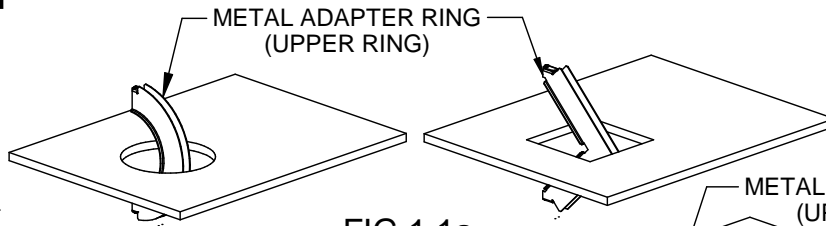

FIG 1.1a
1. For Direct Installation of Fixture Module from below ceiling (Remodel), Install the Metal Adapter ring (Upper ring) into the ceiling by folding with the help of rivet joints and unfold it to place it on the ceiling. **FIG 1.1a & FIG 1.1b.**
1. Pour l'installation directe du module de luminaire par le dessous du plafond (rénovation), insérer l'anneau adaptateur métallique (anneau supérieur) dans le plafond en le pliant au moyen des assemblages rivetés puis le déplier pour le mettre en place sur le plafond. **FIG 1.1a** et **FIG 1.1b**. **IMPORTANT:** S'assurer que la bride est centrée sur l'ouverture découpée dans le plafond et qu'elle est tournée vers le bas. **REMARQUE:** Pour les options à boîtier d'encastrement (Non-IC / IC / CP), l'anneau adaptateur n'est pas nécessaire. Ignorer l'étape 1 et poursuivre directement ci-dessous.